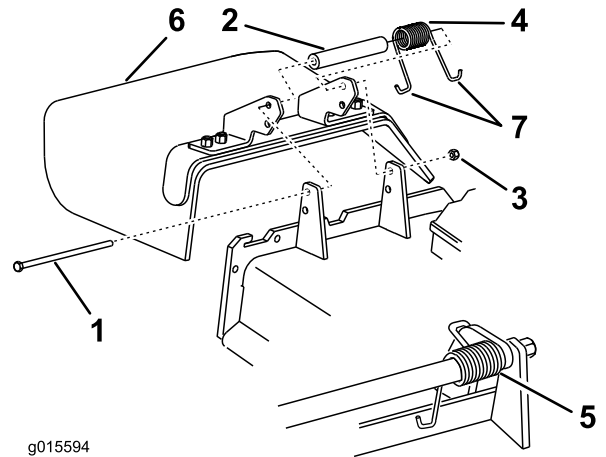

Figura 86
1. Togliete il dado di bloccaggio, il bullone, la molla e il distanziale che fissano il deflettore alle staffe orientabili del tosaerba (Figura 86).
2. Togliete il deflettore di sfalcio se è danneggiato o consumato (Figura 86).
**Nota:** Verificate che un'estremità a gancio J della molla si trovi dietro il bordo del piatto di taglio prima di montare il bullone, come illustrato nella Figura 86.
6. Infilate l'estremità a gancio J della molla attorno al deflettore dello sfalcio (Figura 86).